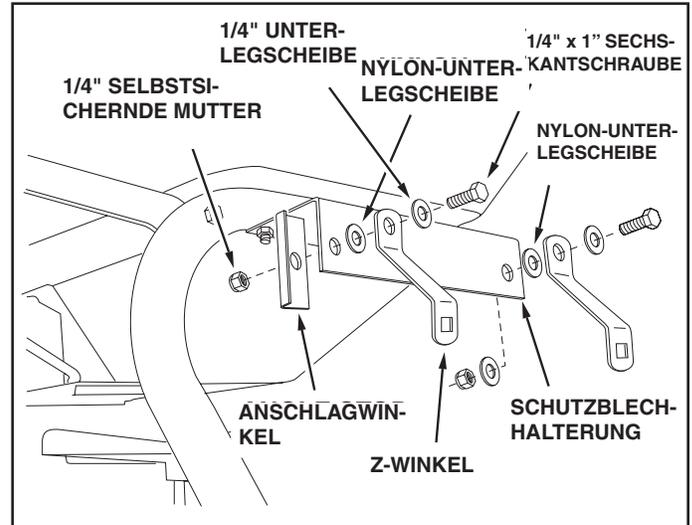

ABBILDUNG 6
6. Befestigen Sie einen Anschlagwinkel und einen Z-Winkel mit einer 1/4" x 1" Sechskantschraube, zwei 1/4" Unterlegscheiben, einer Nylon-Unterlegscheibe und einer 1/4" selbstsichernden Mutter am hinteren Loch im rechten Schutzblech. Platzieren Sie den Anschlagwinkel an der Innenseite und den Z-Winkel an der Außenseite. **Ziehen Sie die Sicherungsmutter soweit fest, dass der Z-Winkel frei schwenkbar ist.** Siehe Abbildung 6. Wiederholen Sie die Schritte an der linken Schutzabdeckung.
7. Befestigen Sie einen Z-Winkel mit einer 1/4" x 1" Sechskantschraube, zwei 1/4" Unterlegscheiben, einer Nylon-Unterlegscheibe und einer 1/4" selbstsichernden Mutter am vorderen Loch im rechten Schutzblech. **Ziehen Sie die Mutter soweit fest, dass der Z-Winkel frei schwenkbar ist.** Siehe Abbildung 6. Wiederholen Sie die Schritte an der linken Schutzabdeckung.